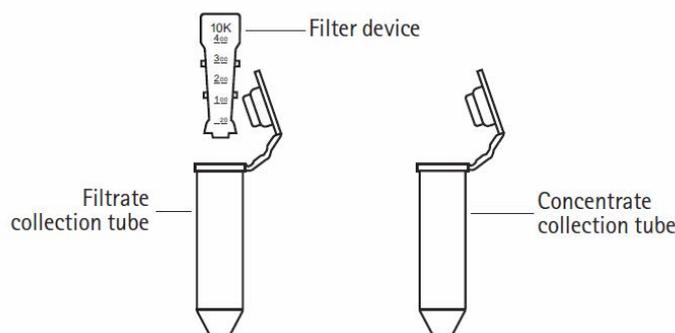

Figura 3. Amicon Ultra-0.5 ml y tubo colector.
- Insertar el Amicon Ultra-0.5 ml en el tubo colector (Figura 3).